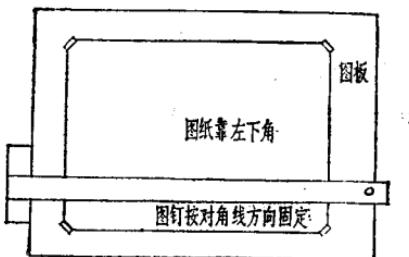

图 0-4 图纸和图板
1. 图纸与图板。专用的绘图纸表面细腻，看不出纸的纤维方向，用橡皮擦拭不容易起毛。不要使用质地粗糙的图画纸、晒蓝图用的成卷的晒图纸来画图。图0-4所示为图纸和图板。